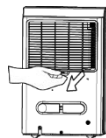

Fig. 14
- Ta av filteret ved å dra det utover (se fig. 14).